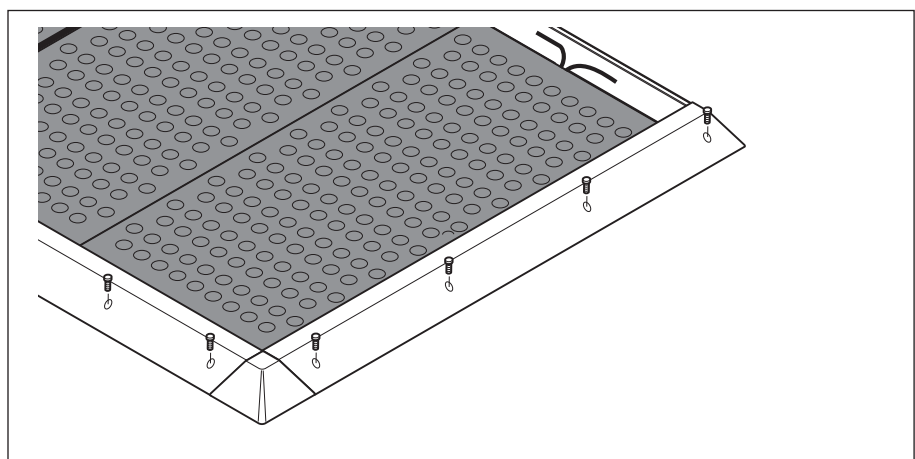

Abb. 5-8: Rampenschienen befestigen
9. Rampenschienen mit Schrauben (Länge: mind. 40 mm) am Untergrund befestigen (siehe Abb. 5-8, S. 12)